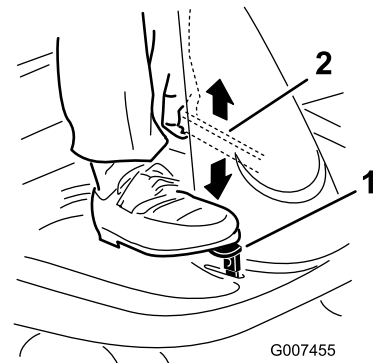

Figura 5
1. Pise a fondo el pedal de freno y manténgalo en esa posición (Figura 5).
2. Levante la palanca del freno de estacionamiento (Figura 5) y levante poco a poco el pie del pedal de freno.
1. Pise a fondo el pedal de freno (Figura 5) y manténgalo en esa posición.
2. Empuje hacia abajo la palanca del freno de estacionamiento (Figura 5) y levante poco a poco el pie del pedal de freno.